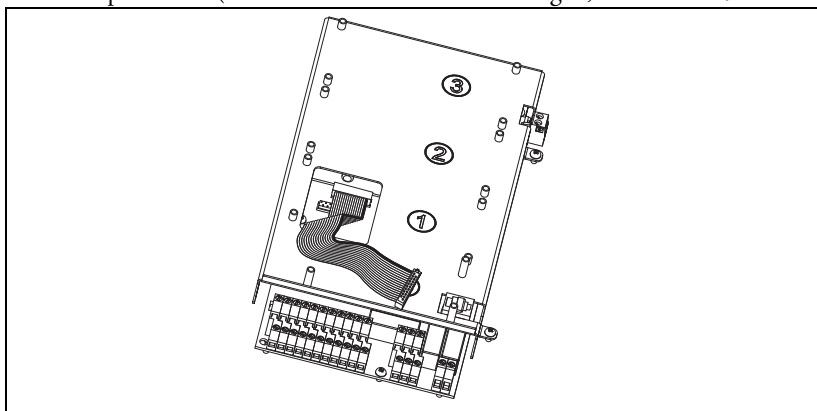

Abb. 9 Anschluss des Flachkabels an die Steuerplatine.
1. Schließen Sie das 16-polige Flachkabel (75 mm) an den X5-Stecker auf der Steuerplatine an (Flachkabel muss nach unten zeigen, wie in Abb. 9)